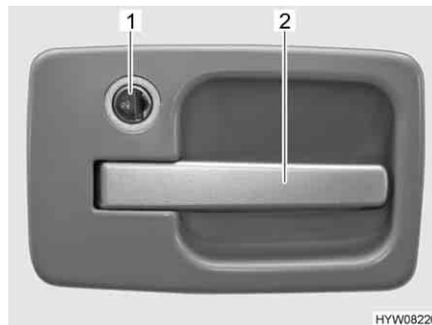

Bild 26 Türschloss Eingangstür, außen
- Schlüssel in Schließzylinder (Bild 26,1) stecken und auf Symbol "🔓" drehen. Das Türschloss ist entriegelt.
- Am Türgriff (Bild 26,2) ziehen. Die Tür ist geöffnet.
- Schlüssel in Schließzylinder (Bild 26,1) stecken und auf Symbol "🔒" drehen. Das Türschloss ist verriegelt.